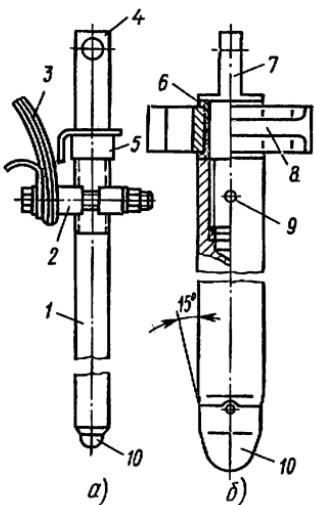
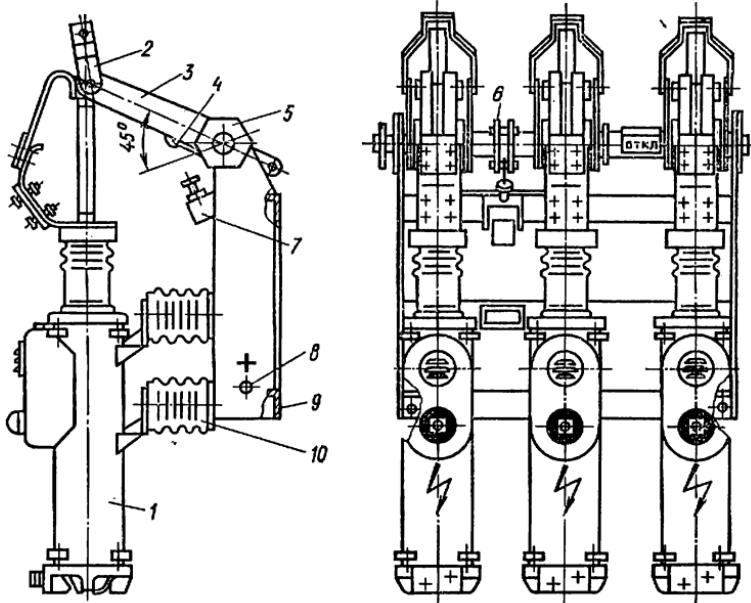
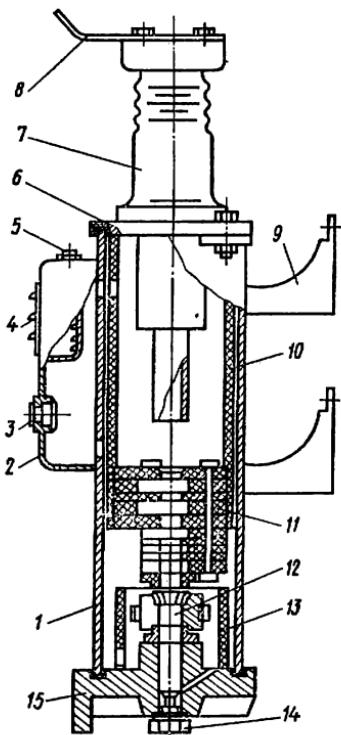

Рис. 73. Подвижный контакт:
Рис. 74. Масляный выключатель ВМГ-10:
Рис. 75. Цилиндр (полюс) ВМГ-10:
Его выполняют в такой последовательности: вынимают стержень (ось) 1 (рис. 73), сочленяющий наконечник 4 подвижного контакта с тягой, при этом контакт отделяется от тяги. Затем отвертывают упорные болты и цилиндры 1 (рис. 74) снимают с опорных изоляторов, которые остаются на раме. Отвертывают болты и отсоединяют гибкую связь 3 (см. рис. 73), вынимают подвижный контакт вместе с контактной колодкой 2 и гибкой связью. Отвертывают болты фланца проходного изолятора, который снимают вместе с кронштейном. Далее производят разборку внутренних изоляционных деталей цилиндра (рис. 75). Выключатель имеет двухлечий изоляционный рычаг 3, соединенный с подвижным контактом с помощью серги 2 (см. рис. 74).
**Ремонт подвижного контакта** (см. рис. 73). При замене наконечника 10 подвижного контакта новый наконечник должен быть ввинчен до отказа так, чтобы зазора между наконечниками и стержнем не было. Стык в четырех местах следует надежно закернить. Поверхность стыка откатать гладким роликом, наконечник проточить. При значительных повреждениях медной части стержня последний заменяют новым.
**Ремонт внутренней баковой изоляции** (см. рис. 75). Нижний и верхний изоляционные цилиндры, имеющие трещины, заменяют. Бакелитовая трубка не должна иметь ожогов, расслоений и трещин. Копоть отмывают трансформаторным маслом. При царапинах или ожогах поврежденные места протирают тампоном, смоченным в чистом авиационном бензине, защищают шкуркой и по-